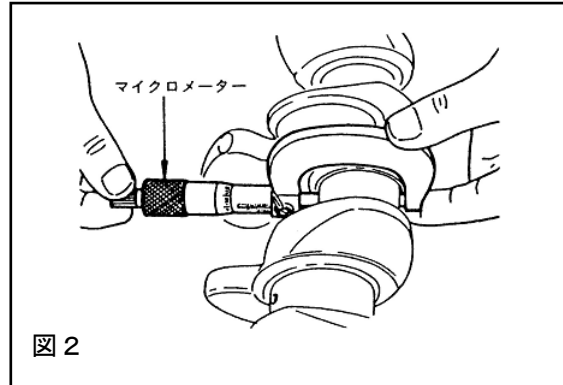
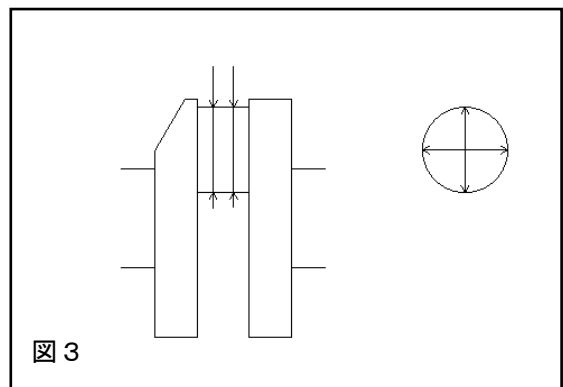

図 2
図 3
2. 3 図2、図3を参照し、クランクシャフトのピン径をマイクロメータを使用して測定してください。